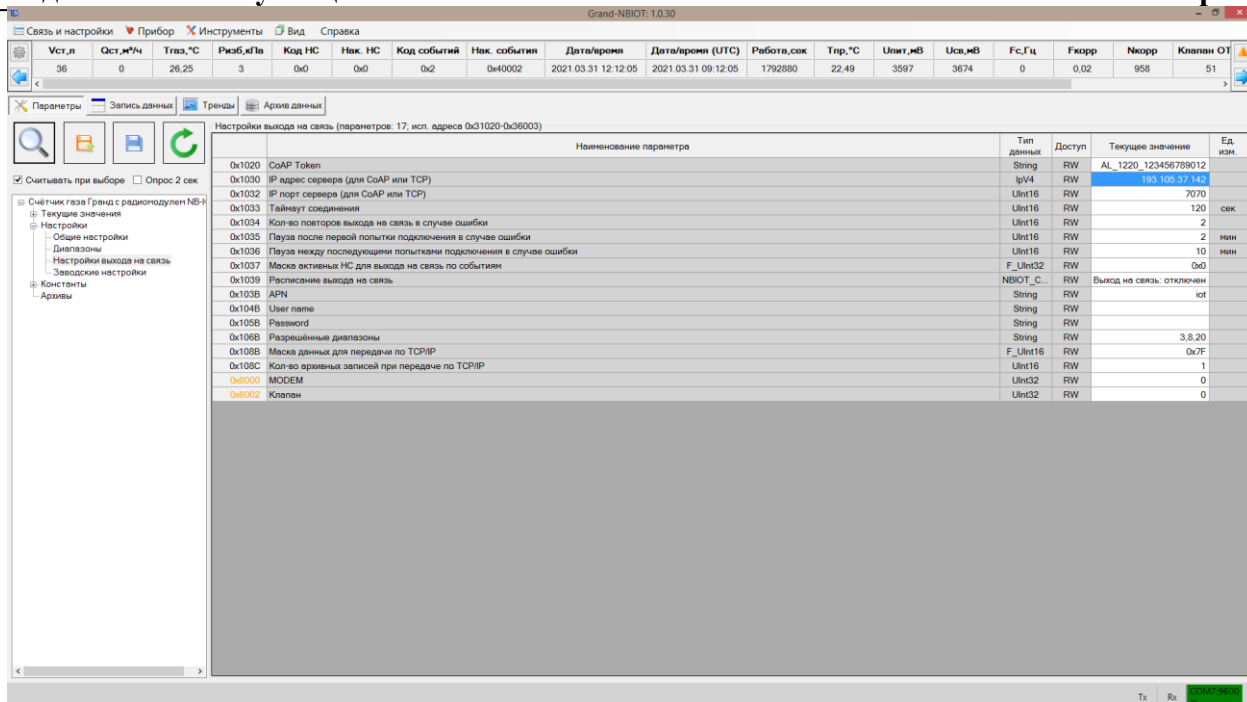

Рисунок 6 – Вкладка «Настройки»
– запустить программу XG View-Grand-NB-IoT и настроить следующие параметры:(рис. 6):